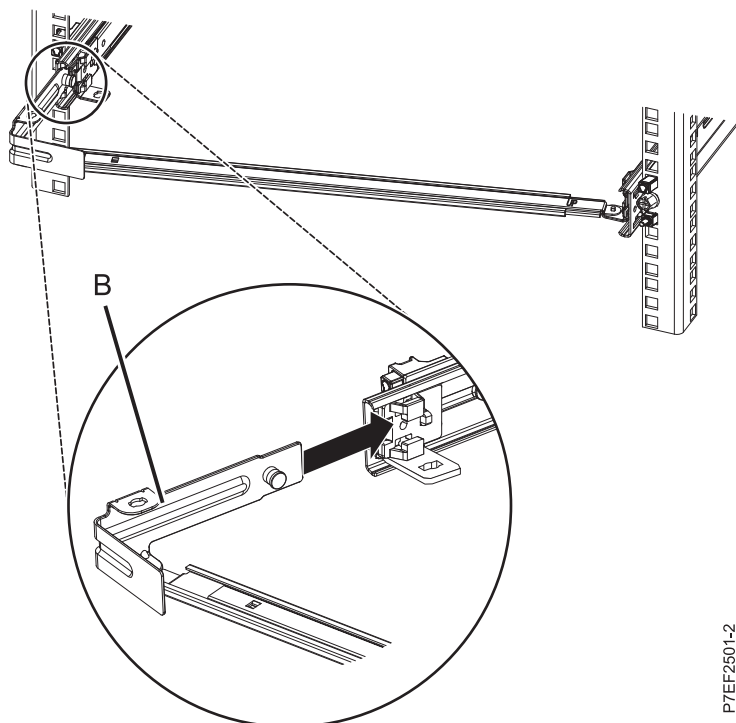

Figura 12. Tendido de la patilla e instalación de la abrazadera en el riel deslizante
4. Conecte la pieza de sujeción de tope de portacables (**B**) a la ranura en la parte interior del lado izquierdo deslizando la pieza de sujeción de tope (**B**) en el riel deslizante hasta que el pestillo accionado por resorte quede fijado. Para obtener detalles, consulte la Figura 12.